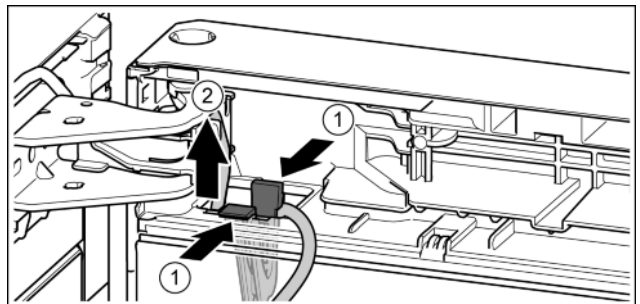

Fig. 25
- ▶ Tegen las drukken. Fig. 25 (1)
- ▶ Kabelhouder met de hieraan bevestigde kabel eruit trekken. Fig. 25 (2)